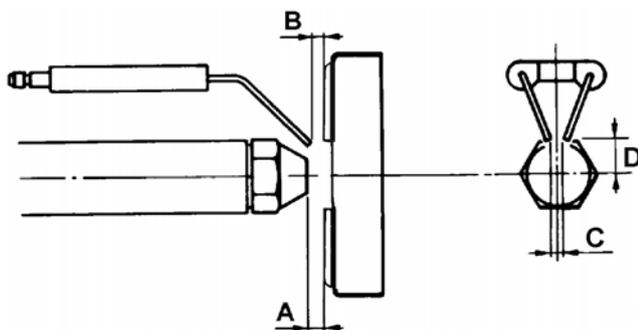
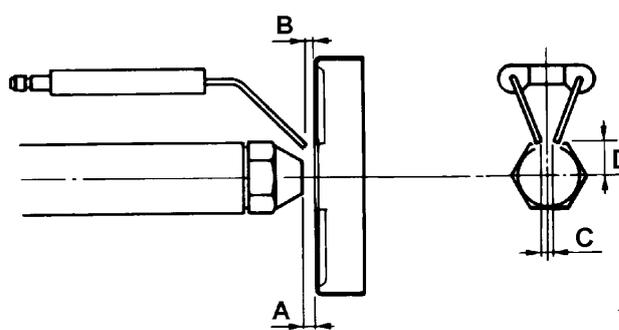

Fig. 21a - Bruciatori G4 e G6
Fig. 21b - Bruciatori G10 e G18
Ruotare con un cacciavite la vite VRT in senso orario o antiorario a seconda che si debba sviluppare rispettivamente la massima o minima potenzialità. Nel caso di sostituzione della testa di combustione, ripristinare sempre la posizione indicata in Fig. 21a e Fig. 21b, rispetto all'estremità dell'ugello.
- esame elettrodi di accensione e relativi isolatori in ceramica, pulizia, eventuale registrazione e se necessario, sostituzione vedere Fig. 21a e Fig. 21b.